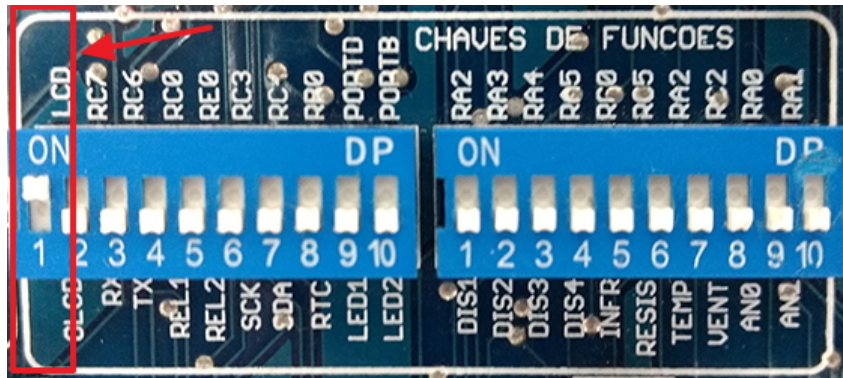

Figura 31: Configuração das chaves DIP.
**OBS 2:** Para execução do exercício prático atente-se para que as chaves DIP do kit estejam configuradas da seguinte maneira: ligue a chave “GLCD-LCD” (posição “ON”) para que o *display* LCD possa funcionar corretamente. A Figura 31 exibe a configuração das chaves.